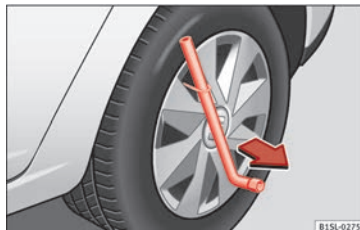

Fig. 125 Smontaggio dei copricerchi integrali.
- Introdurre la chiave per ruote nella staffa a filo » **fig. 125** e tirare il coprimozzo nella direzione indicata dalla freccia.